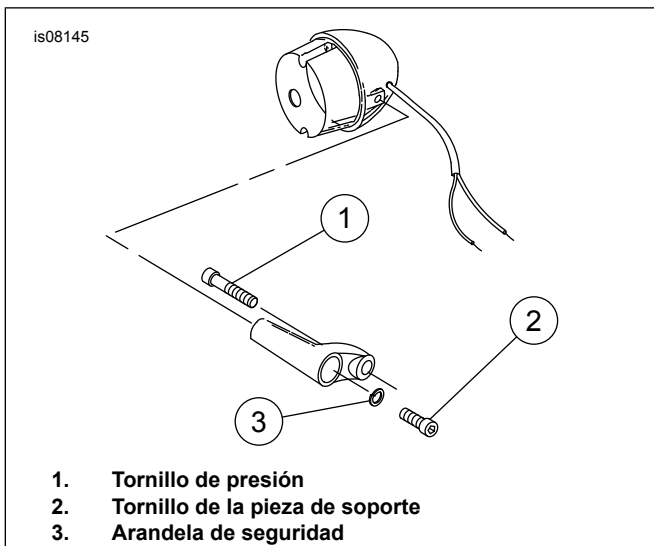

Figura 1. Montaje de las luces direccionales en la horquilla superior
- Vea Figura 1. Extraiga el tornillo de ajuste del tubo de la horquilla que asegura el conjunto de la luz direccional derecha a la horquilla superior. Deseche el tornillo.